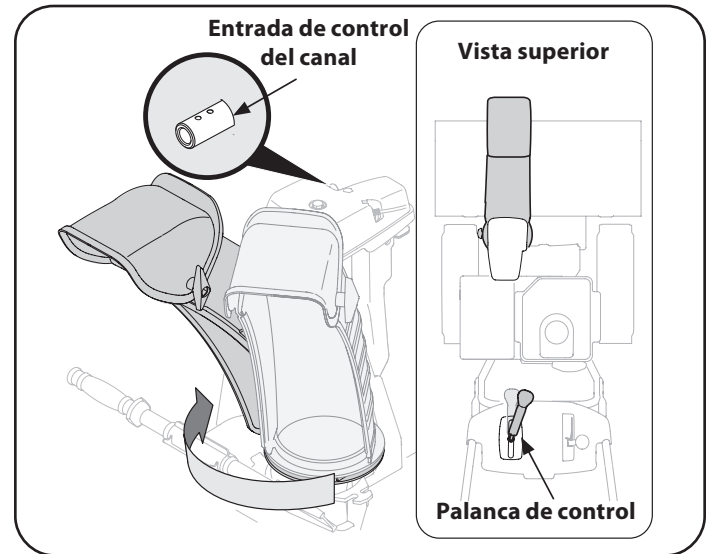

Figura 22
4. Apriete el disparador de la palanca de control y gire el canal manualmente para que mire hacia adelante. Los orificios en la entrada del control del canal estarán mirando hacia arriba. Consulte Figura 22.